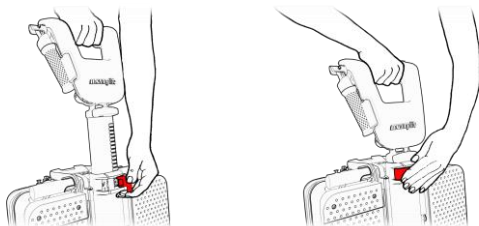

Figura 44
7. Tire de la palanca de altura de la varilla (consulte la Figura 44, paso 1) para ajustar la altura del manillar a la posición más baja y lleve la palanca a la posición segura (consulte la Figura 44, paso 2).